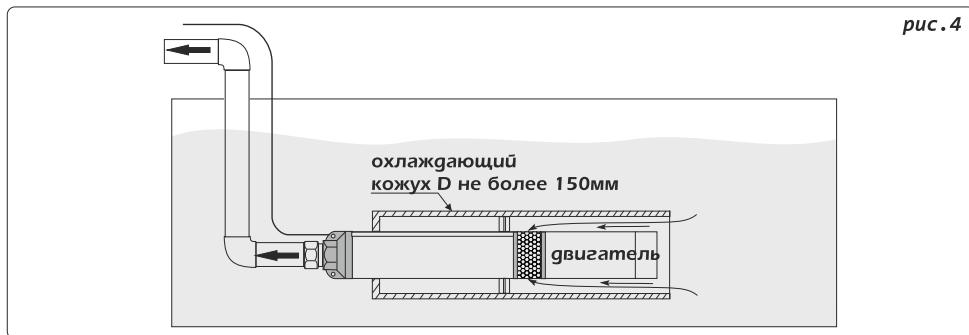

рис.4
- б) Необходимо установить внешний кожух вокруг насоса (см. рис.4), который создает поток жидкости вдоль насоса для эффективного охлаждения двигателя. Максимальный диаметр охлаждающего кожуха для насосов серии 4НГ, описываемых в данном руководстве, не должен превышать 150мм.